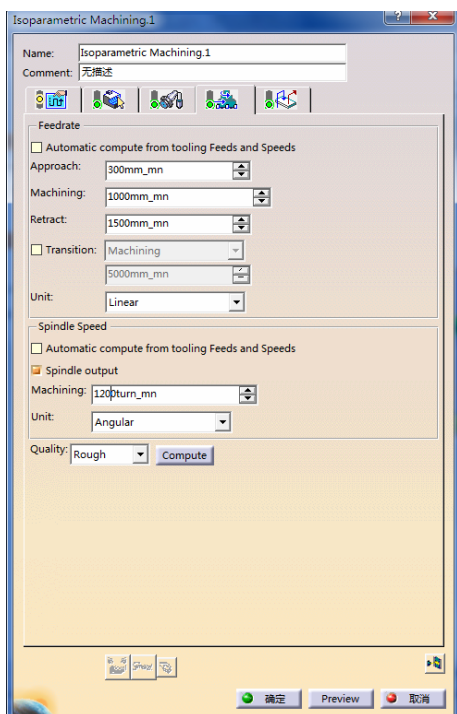

图 4-58 进给率参数选项卡 (2)
4) 定义进给率。单击“Isoparametric Machining.1”对话框中的, 切换到进给率参数选项卡 (2), 如图 4-58 所示。